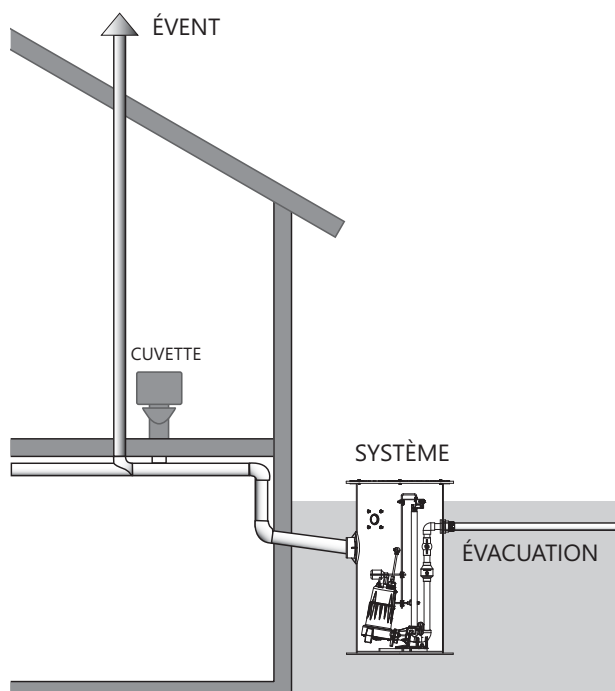

Figure 1. Entrée d'événement
C. Événement: Le bassin en fibre de verre fourni avec le modèle de série 2448 doit être étanche et bien ventilé afin de respecter les normes des codes de plomberie et de santé publique en vigueur. Le modèle de série 2448 est conçu pour être raccordé à une colonne de ventilation secondaire existante du bâtiment. Pour ce faire, il ne doit pas y avoir de trappe entre l'entrée du dispositif de série 2448 et le raccordement le plus proche d'une colonne de ventilation secondaire. Voir l'exemple présenté à la Figure 1. S'il n'est pas possible ou désirable d'appliquer cette restriction pour ce type d'installation, une bride de ventilation ou un passe-fil peut être installé dans un trou percé dans le couvercle en fibre de verre solide.